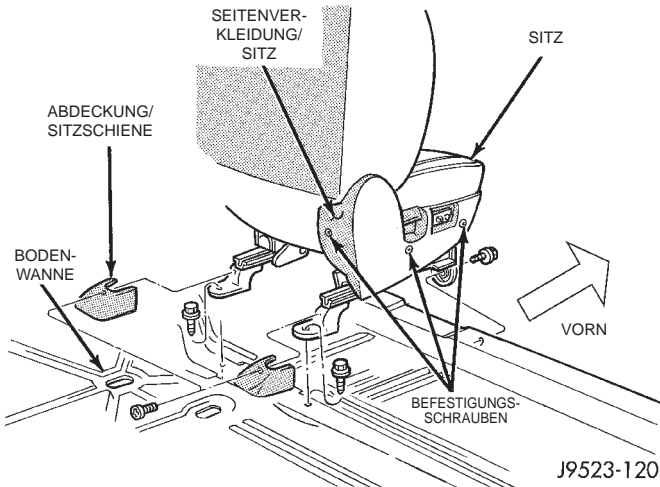

Abb. 49 Schalensitz vorn
- (1) Befestigungsschrauben lösen, mit denen der Schalensitz an der Bodenwanne befestigt ist (Abb. 49).
- (2) Je nach Ausstattung, Kabelbaum-Steckverbinder der elektrischen Sitzverstellung abziehen.
- (3) Sitz vom Bodenblech abbauen.